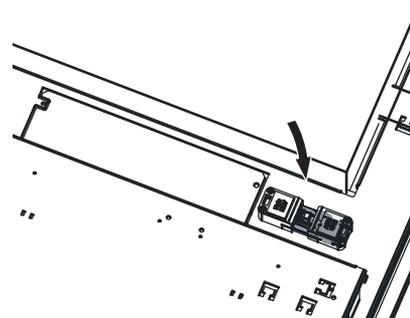

Fig. 59 Staccare la spina di rete dell'apparecchio
- ▶ Togliere assolutamente tensione alla caldaia (ad es. staccando la spina di rete) prima di effettuare qualsiasi lavoro di pulizia o riparazione – Fig. 59.
- ▶ Inserire la spina di rete dell'apparecchio – Fig. 59.